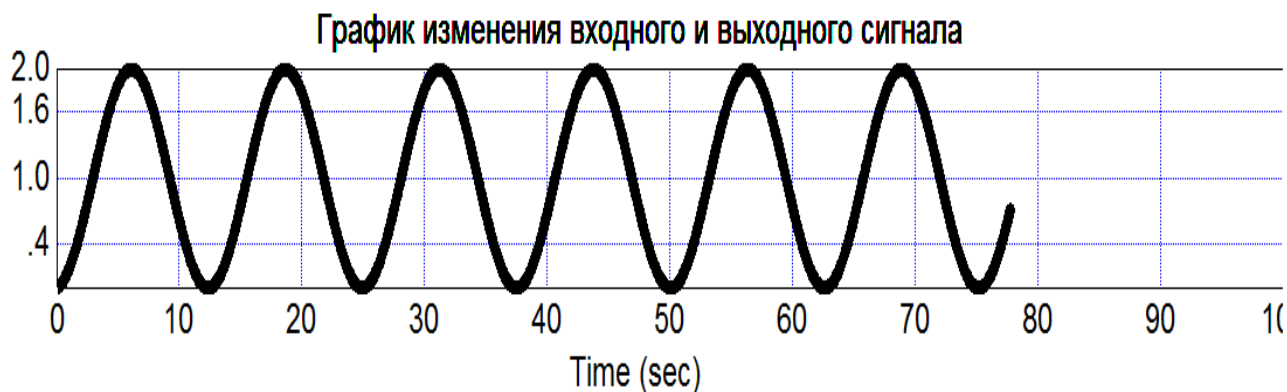

Рисунок 1.9 – Реакция Ч.Я. с ПОС на гармоническое воздействие
2. Положительная обратная связь при гармоническом входном воздействии (рисунок 1.9)